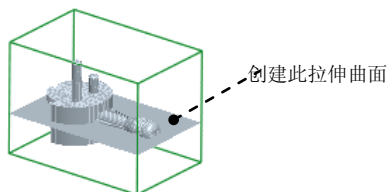
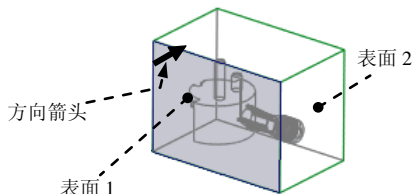

图 10.12 创建拉伸曲面
图 10.13 定义草绘平面
(6) 在 **曲面：复制** 操控板中单击 按钮。
Step5. 通过“拉伸”的方法，创建图 10.12 所示的拉伸曲面。
(1) 将坯料取消遮蔽。在模型树中右击 WP.PRT，从系统弹出的快捷菜单中选择 **取消遮蔽** 命令。
(2) 单击 **分型面** 功能选项卡 **形状** 区域中的“拉伸”按钮 **拉伸**，此时系统弹出“拉伸”操控板。
(3) 定义草绘截面放置属性。在绘图区空白处右击，从系统弹出的菜单中选择 **定义内部草绘...** 命令；在系统 **选择一个平面或曲面以定义草绘平面** 的提示下，选取图 10.13 所示的坯料表面 1 为草绘平面，接受图 10.13 中默认的箭头方向为草绘视图方向，然后选取图 10.13 所示的坯料表面 2 为参考平面，方向为 **右**。单击 **草绘** 按钮，至此系统进入截面草绘环境。